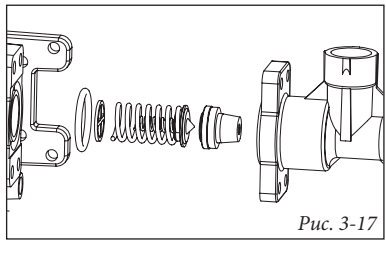
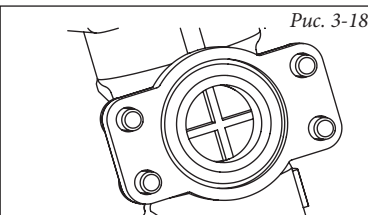

Рис. 3-17
Рис. 3-18
- вставьте клапан и большую пружину, обращая внимание на направление (Рис. 3-17), и убедитесь, что перфорированный диск направляющей пружины расположен правильно (Рис. 3-18).